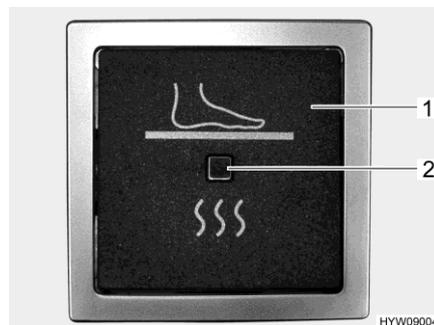

Fig. 120 Commutateur à bascule (chauffage électrique du plancher)
- ▷ Le chauffage électrique du plancher s'allume et s'éteint au moyen d'un commutateur à bascule (Fig. 120,1). Lorsque le chauffage du plancher est en fonction, le voyant de contrôle (Fig. 120,2) est allumé.